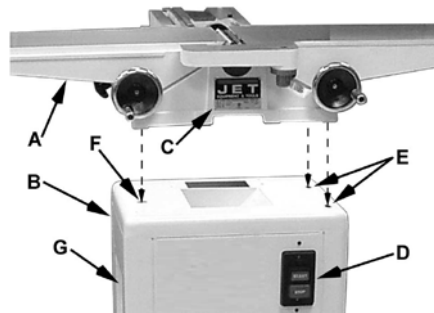

Рис. 2
Установите станок на стенд так, чтобы шкивы располагались на одной стороне, и прикрутите его с помощью поставляемых в комплекте трех специальных болтов и контршайб. Закручивать болты следует снизу (См. Рис. 2).
Как показано на рис.2:
2. Выровняйте два отверстия на верхней части стенда (E) с отверстиями в фугоальном узле, контролируя их положение через крышку на задней стороне стенда.
3. Прикрепите стенд к фугоальному узлу с помощью двух болтов M10x16 и контршайб (H, рис.2). На данном этапе затяните их только вручную.
4. Выровняйте третье отверстие в стенде (F) с отверстием в фугоальном узле, контролируя его положение через вытяжной штуцер (G).
5. Установите третий болт M10x16 и контршайбу через вытяжной штуцер (G), чтобы закрепить узел на стенде.
6. Затяните все три болта H (рис. 2) с помощью 14-мм ключа.